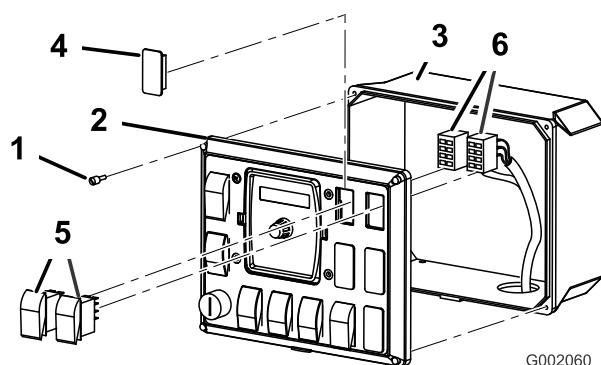

Figura 28
1. Desaperte os 4 parafusos que prendem o painel frontal à caixa de controlo (Figura 28).
2. Retire o painel frontal para expor o interior da caixa de controlo (Figura 28).
3. Eleve e retire as 2 tampas do painel de controlo de pulverização no veículo e instale os 2 interruptores fornecidos nesse local (Figura 28).